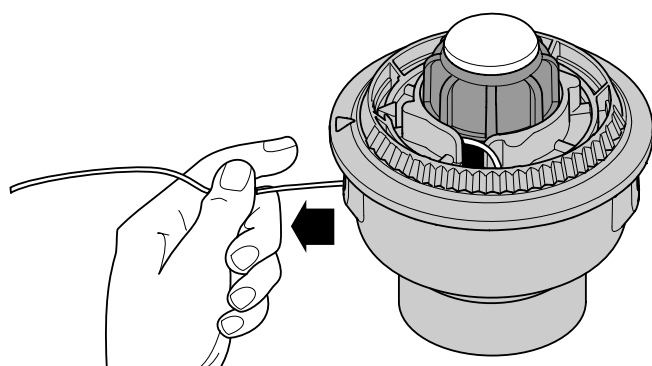

Fig. 44
6. Saque la l'nea de la bobina exterior hasta que est tirante contra el carrete interior (Fig. 44).